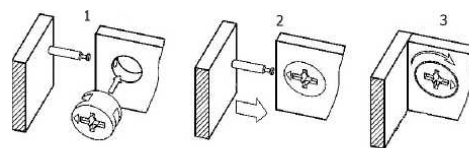

Рис. 4 - Соединение эксцентриковой стяжкой
- Соедините горизонтальные щиты (1,2,3,4,5,6) в нужной последовательности согласно рис. 2! с перегородками (10) завернув эксцентрики (Рис.4).
- К горизонтальным щитам (1,2,3,4,5,6) и цокольному бруску (9) присоедините боковые стенки (7,8) на шканты, завернув эксцентрики (Рис.4).
- К горизонтальным щитам (1,2,3,4,5,6) присоедините декоративные панели (11,12,13) согласно рис. 1.1! завернув эксцентрики (Рис.4).
3.1 Переверните собранный стеллаж на боковую стенку, прикрепите стенки задние (14) при помощи гвоздей 2x20мм (с шагом 100-120 мм) по краям изделия, предварительно проверив диагонали корпуса.